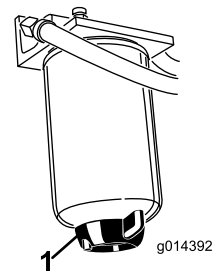

図 35
水セパレータ 図 35 の水抜きは毎日おこなって異物を除去してください。
2. フィルタ容器 図 35 下部のドレンプラグをゆるめて水や異物を流し出す。